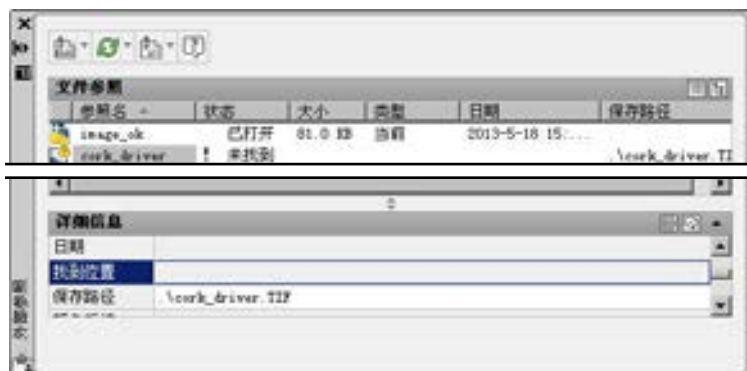

图 11.5.2 “外部参照”选项板（二）
- 如果当前文件中的附着图像的源文件被移动或改名了，系统就会报告图像“未找到”（图 11.5.2），此时用户可以单击 **详细信息** 窗格中 **找到位置** 右边的 **...** 图标，然后在系统弹出的“选择图像文件”对话框中指定新的路径和源文件名，最后单击 **打开(O)** 按钮。新的路径显示出来后，如果单击 **保存路径(P)** 按钮，就可以重新建立图像源文件到当前文件的链接。